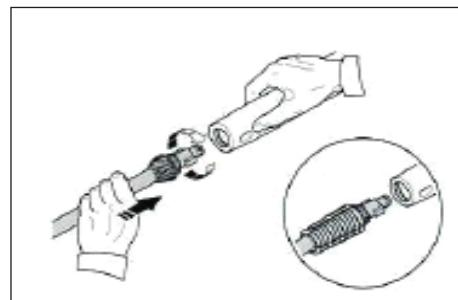

Figura 15 - Conexión de la pistola y lanza
1. Inserte la lanza en la pistola y gírela en el sentido de las agujas del reloj hasta que llegue a su tope, como se muestra en la Figura 15.